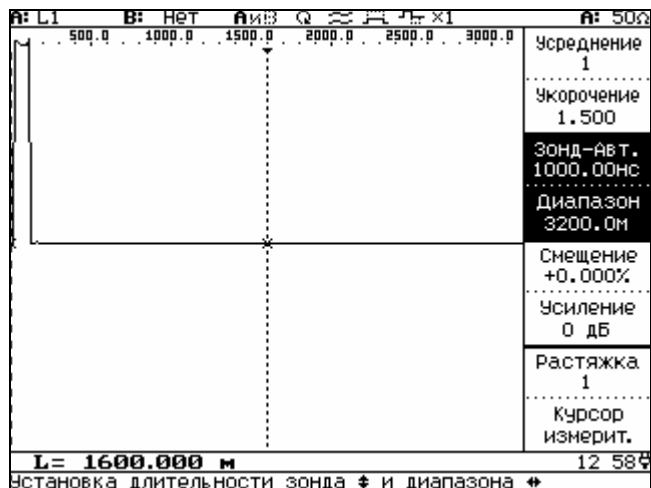

Рисунок 6.9
**6.3.8 Режим изменения диапазона измерения расстояния и длительности зондирующего импульса** (рисунок 6.9) выбирается нажатием кнопки **F2**.